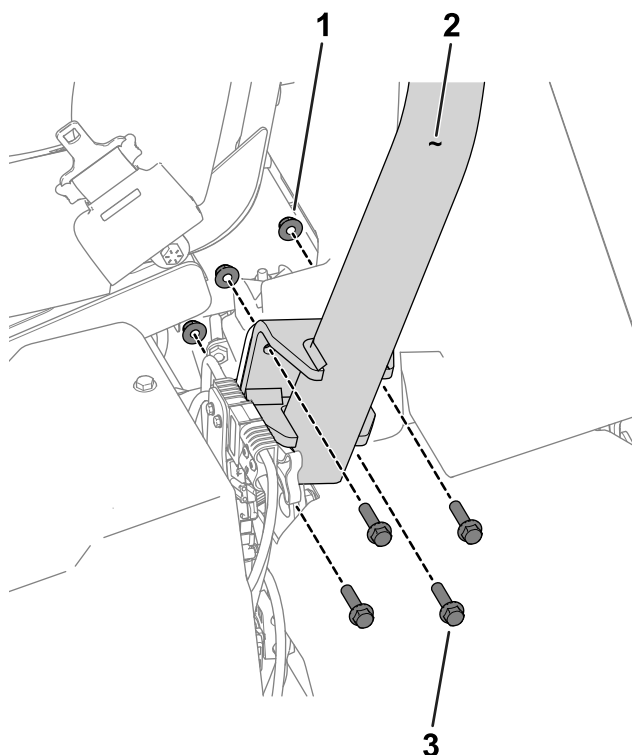

Figura 3
3. Utilice 8 pernos de cabeza hexagonal ($\frac{3}{8}$ " x $1\frac{1}{2}$ ") y 8 tuercas ($\frac{3}{8}$ ") para sujetar la barra antivuelco a los soportes de la barra antivuelco en cada lado de la máquina (Figura 3).